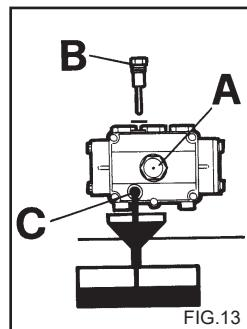

FIG.13
- 2) Skru propstenen af ved hjælp af oliepinden (fig. 13).